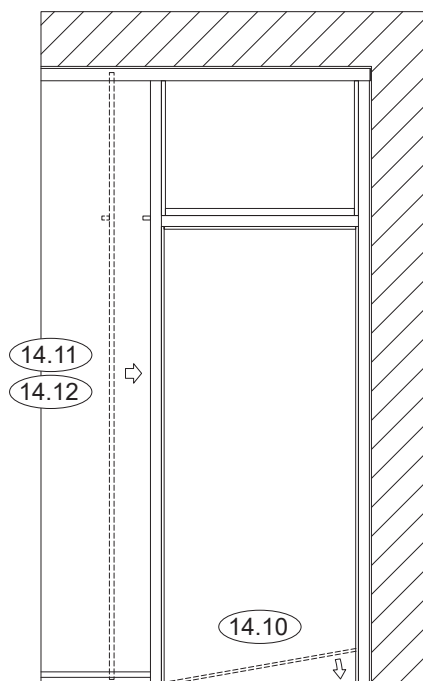

Figura 14.10
14.10. Instale el umbral. Consulte la **Figura 14.10** en la página siguiente.